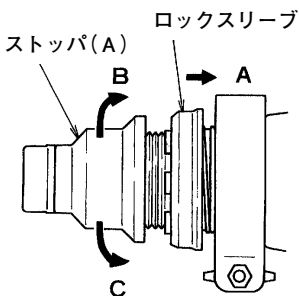

図 12
(3) 締付け深さを調整します。
- ① 本体のロックスリーブを図 12 の A 方向に引きます。
- ② 本体のストップパ(A)を回し、ビットの出張り量を調整します。
- ③ 図 12 の B 方向に回すとビットはへこみ、C 方向に回すとビットは出張ります。
- ④ ロックスリーブをはなし、ストップパ(A)をロックさせます。
(4) 数本ネジを試し締めし、ちょうどよい締付け深さになっていることを確認してください。